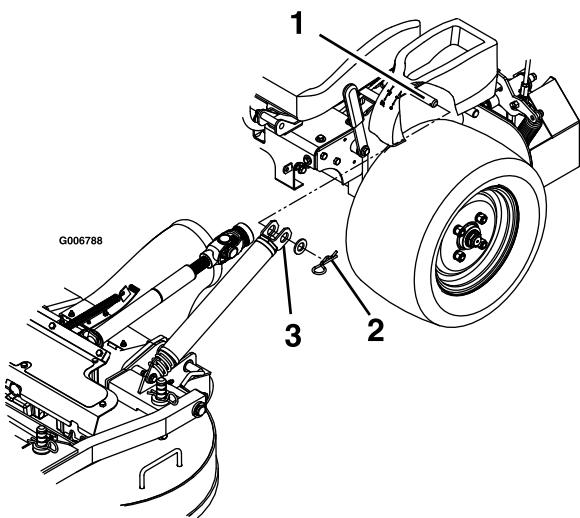

Figura 68
3. Retire los pasadores de horquilla y las arandelas de la parte superior del muelle de elevación asistida en cada lado de la máquina (Figura 68).
8. Instale los muelles en las clavijas de anclaje situadas debajo de las consolas derecha e izquierda y sujetélos con una arandela y un pasador de horquilla (Figura 68).